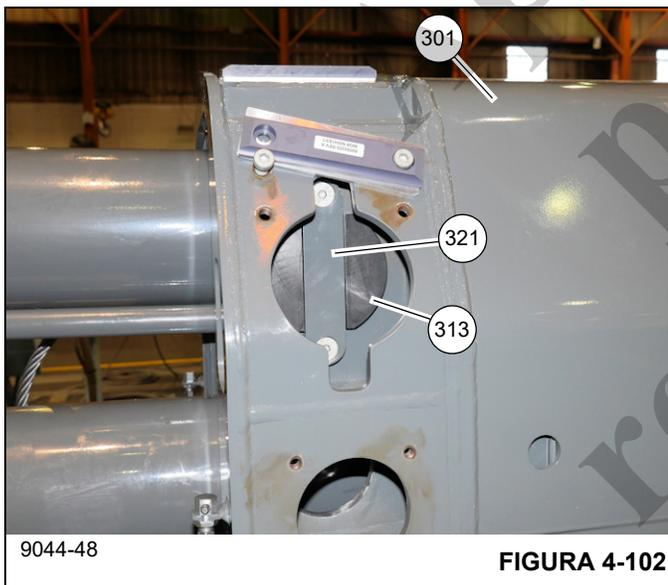

FIGURA 4-102
- 52. Remova todos os blocos de suporte que estão apoiando o cilindro telescópico nº 2 (501).
- 53. Instale o eixo da polia (313) através do lado direito do telescópio 2 (301) e fixe-o no lugar com a placa (321) e dois parafusos (347) (consulte a Figura 4-102).